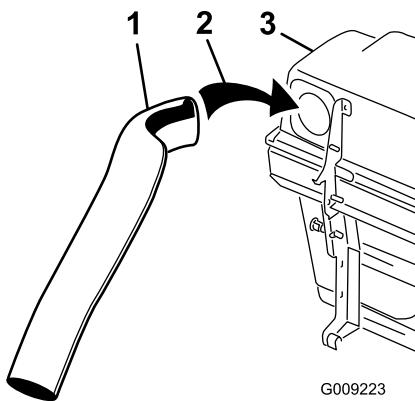

Figura 19
4. Instale el tubo superior en el hueco del ensacador y vuelva a retirarlo de manera que sobresalga el sello de goma (Figura 19).